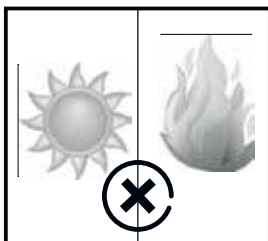

Imagen 2
- Coloque el aparato a una distancia mínima de un metro de fuentes de calor (estufas, calefactores, calentadores eléctricos, etc.). (Imagen 2)